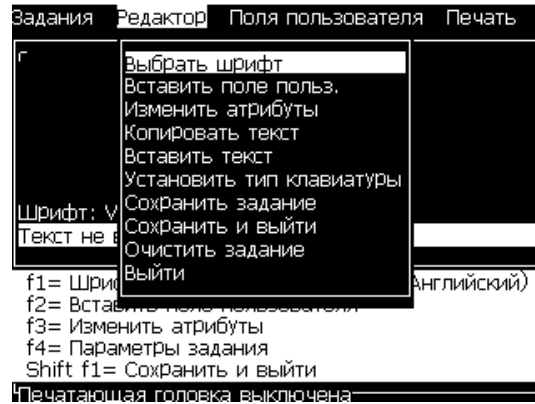

Рисунок 5-48: Меню *“Editor”* (редактор)
- 1 Нажмите кнопку *“Alt”* + *E* или нажмите кнопку *“F1”*. Появится меню *“Editor”* (редактор) (смотрите Рисунок 5-48).